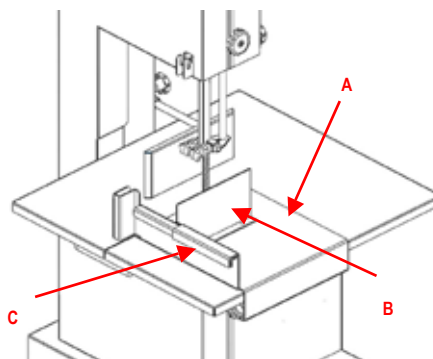

Figure 5b
Si la machine est fournie dans la version avec plateau coulissant, elle disposera du plateau coulissant (A) et du dispositif dernière tranche (B). Pour l'utilisation de ces dispositifs, faire avancer le plateau coulissant vers la lame, en poussant exclusivement à l'aide de la poignée prévue à cet effet (C). Concernant le dispositif dernière tranche, il devra, si la découpe le requiert, être positionné sur le plateau coulissant, de la façon illustrée en figure (figure 5b). Ce dispositif permet de couper le produit jusqu'à la dernière tranche.